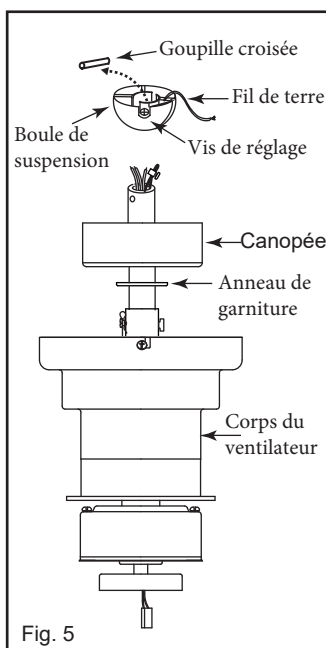

Fig. 5
Étape 6. Glissez les fils du moteur du ventilateur à travers le couvercle de l'étrier, l'anneau de garniture et l'auvent. Faites glisser la boule de suspension sur la tige de suspension, insérez la goupille transversale à travers la tige de suspension. Tirez la boule de suspension vers le haut pour que la goupille transversale repose dans le canal de la boule de suspension. Serrez la vis de réglage. (Fig.5)